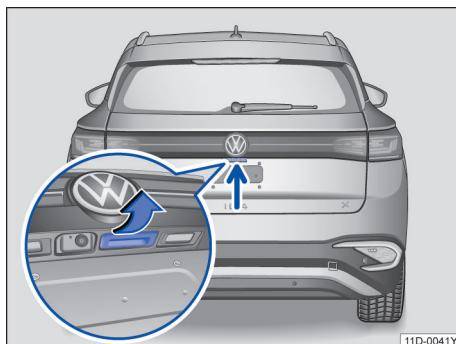

图 50 从车外打开行李厢盖
- 按压行李箱盖按钮并向上抬起→ 图 50。
- 或：按压按钮打开行李厢盖 \rightarrow 图 50。